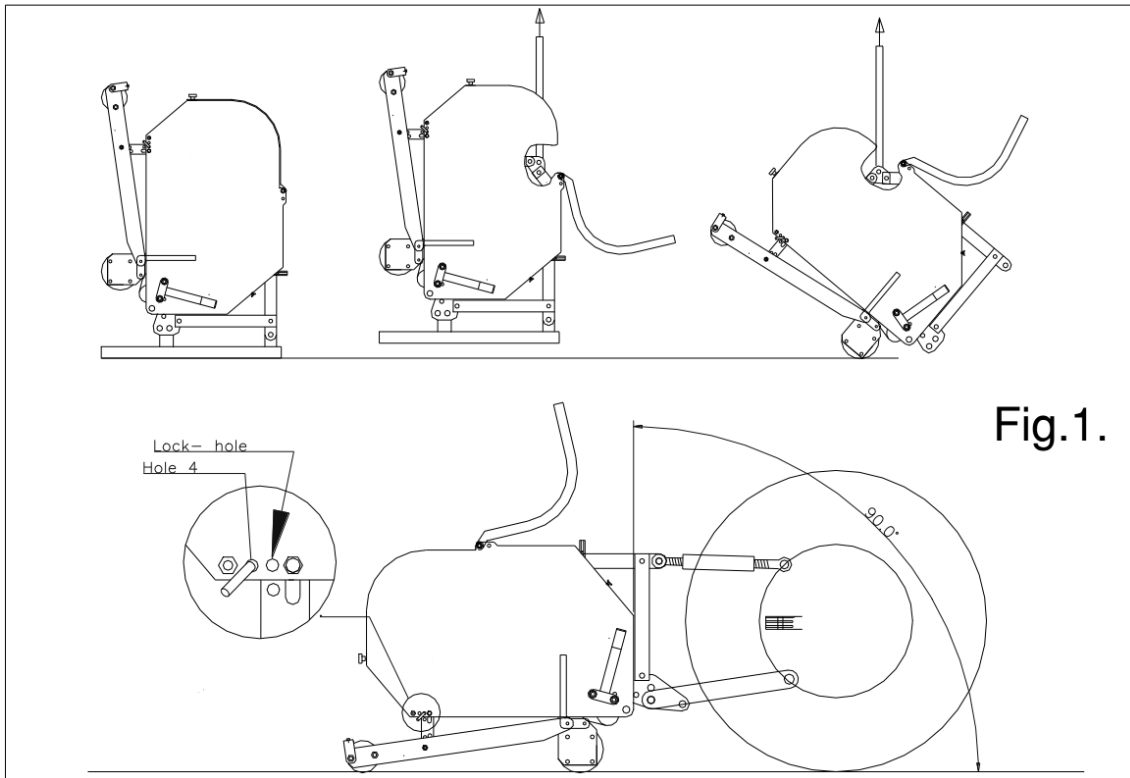

Fig.1.
Maskinen är placerad vertikalt på lastpallen. För att ta bort lastpallen och ställa maskinen horisontellt på marken, utför följande steg (se bild 1):
- @ Om din VERTI-DRAIN inte är rätt monterad bakom traktorn, se fig. 1., kan olika vinklar hos grenaxeln förorsaka vibrationer i maskinens drivsystem. Dessa skakningar kan skada både maskinen och hålen i marken.